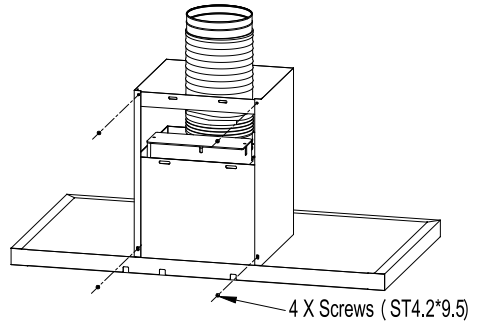

Рисунок 5
3. Закрепите корпус вытяжки на панели. Осторожно зафиксируйте вытяжку на крепежной планке. См. Рис.5